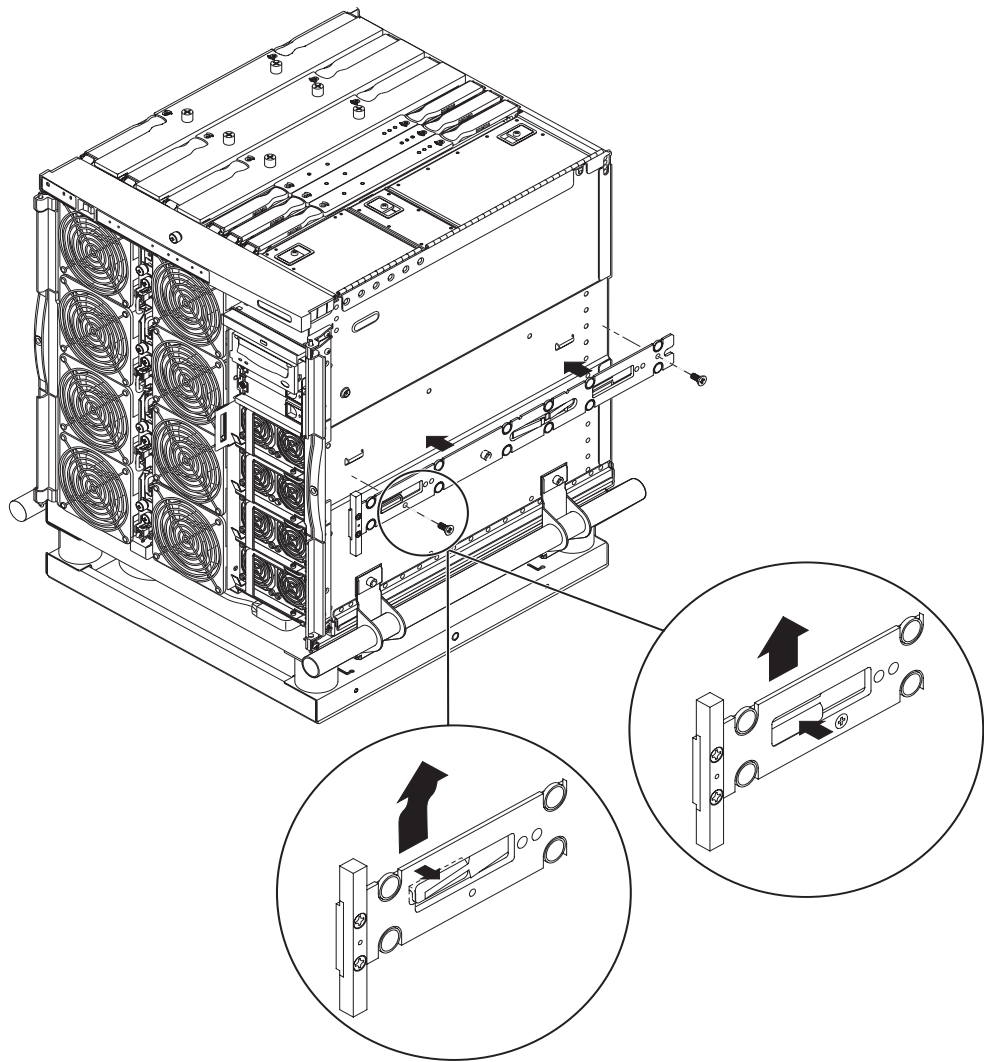

図 1-2 ばね式のクリップおよび切り込み
2. システム側にある位置決め爪がスライドの切り込みにはめ込まれるように、スライドを押し上げます (図 1-2)。ばね式の爪がかみ合います。